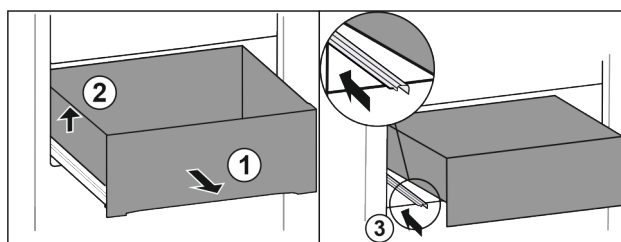

Fig. 12
► Estrarre il cassetto fino all'arresto. Fig. 12 (1)
► Sollevare il cassetto a sinistra. Fig. 12 (2)
- ▶ Inserire la guida sinistra. Fig. 12 (3)